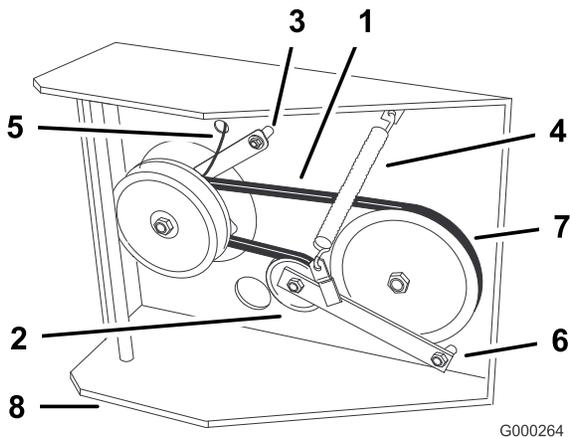

Figura 48
6. Desconecte el soporte del embrague de la carcasa del motor (Figura 48).
7. Desenganche el muelle tensor del lado del bastidor (Figura 48).
10. Apriete el perno del pivote a 47-54 Nm (35-40 pies-libra). Instale el muelle tensor entre la brazo de la polea tensora y el soporte del bastidor (Figura 48).
11. Instale el tirante del embrague en la carcasa (Figura 48)